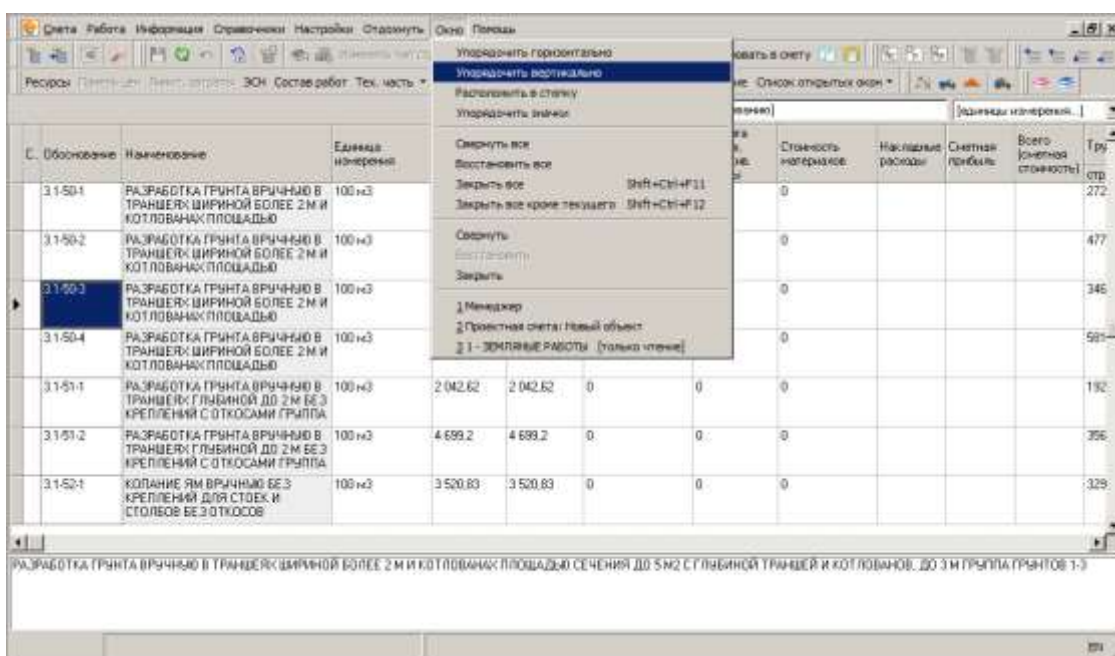

Рис. 1.
3. Выполните команду **Окно -> Упорядочить вертикально** (см. рис. 1).
3. В Главном меню выберите пункт **Окно -> Упорядочить вертикально** (см. рис. 1).